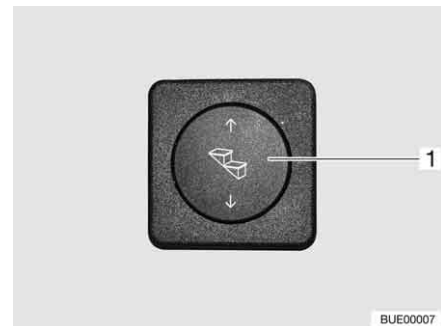

Fig. 14 Pulsador de mando escalón de entrada
- Pulsar la parte inferior del pulsador basculante (Fig. 14,1) y mantenerlo pulsado (por lo menos 3 segundos) hasta que esté completamente extraído el escalón de entrada.
- Pulsar la parte superior del pulsador basculante (Fig. 14,1) hasta que haya introducido completamente el escalón de entrada.